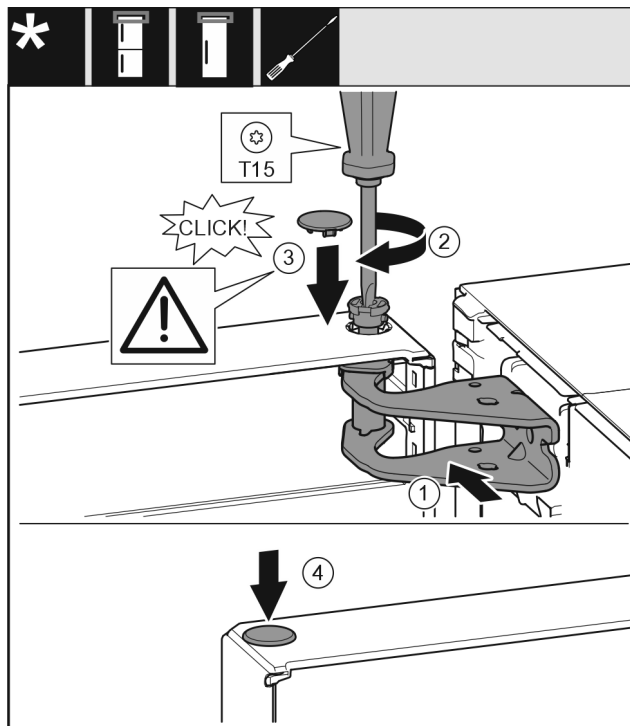

Fig. 20
- Fig. 20 (1)
- Vložte čep Fig. 20 (2) a pevně jej utáhněte šroubovákem.
- K zajištění dveří namontujte bezpečnostní kryt Fig. 20 (3): Bezpečnostní kryt nasad'te a zkontrolujte, zda přiléhá na dveře. V opačném případě čep zcela zasuňte.
- Vložte zátku Fig. 20 (4).